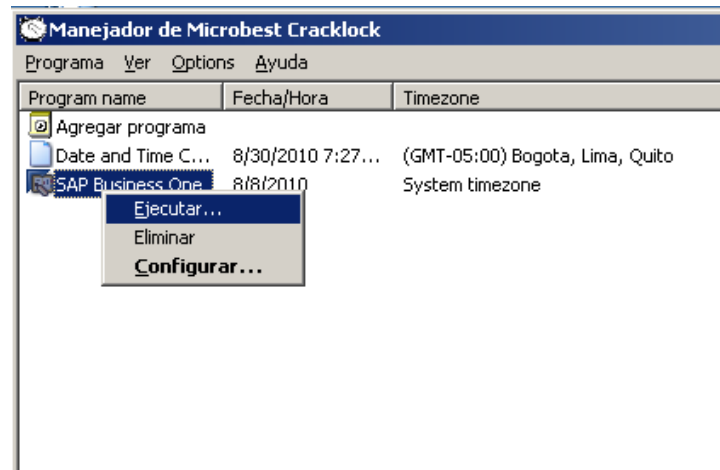

Figura 36. Acceso a SAP desde CrackLock Manager
- Ejecute SAP desde la interfaz del Cracklock Manager, para ello haga click derecho sobre el ícono de SAP y luego click en ejecutar tal como se muestra en la Figura 36: